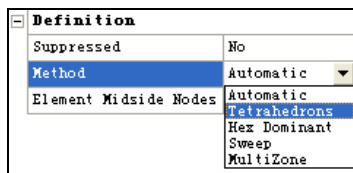
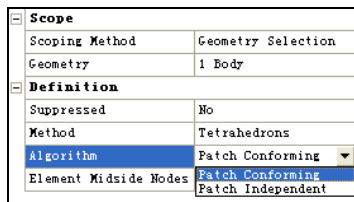

图 3-7 Method 设置
图 3-8 Algorithm 设置
- 步骤 03** 将 Definition 栏的 Method 设置为 Tetrahedrons，如图 3-7 所示，将 Algorithm 设置为 Patch Conforming，如图 3-8 所示，即可使用 Patch Conforming 算法划分四面体网格。